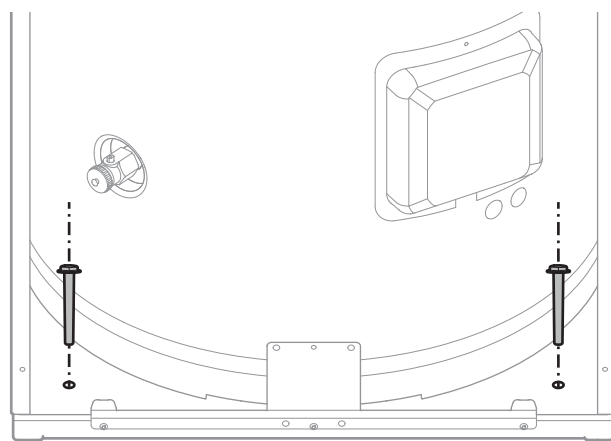

fig. 22 - Fissaggio al suolo
- Fissare il modulo idraulico a terra (staffa non inclusa) (fig. 22).